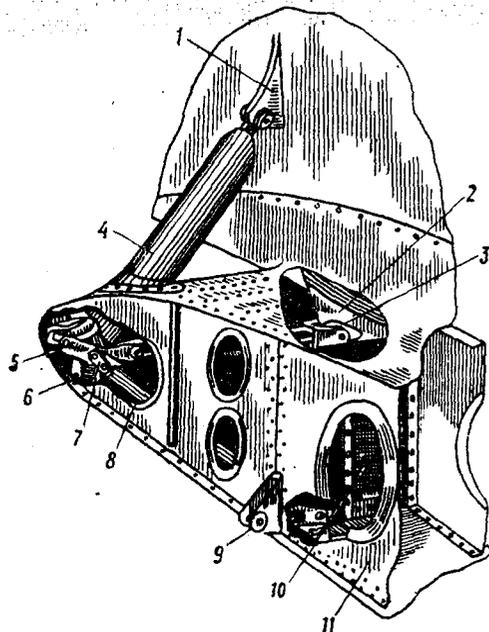

Рис. 2. Пирамида центроплана:
1. Снимите с помощью отвертки обтекатели наклонных подкосов 4 (рис. 2). Убедитесь, что лобовые обтекатели стоек и щелевые ленты стыков нижнего крыла и центроплана открыты.